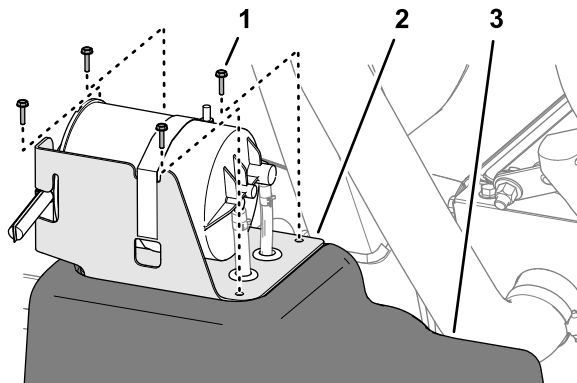

Bild 80
2. Entfernen Sie am Kraftstofftank die vier Schrauben (Nr. 10 x $\frac{3}{4}$ "), mit denen die Halterung des Aktivkohlefilters oben am Kraftstofftank befestigt ist (Bild 80).